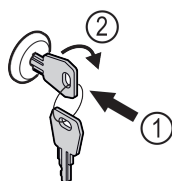

Fig. 92 Représentation à titre d'exemple
- Insérer la clé Fig. 92 (1).
- Tourner la clé à 90° dans le sens horaire Fig. 92 (2).